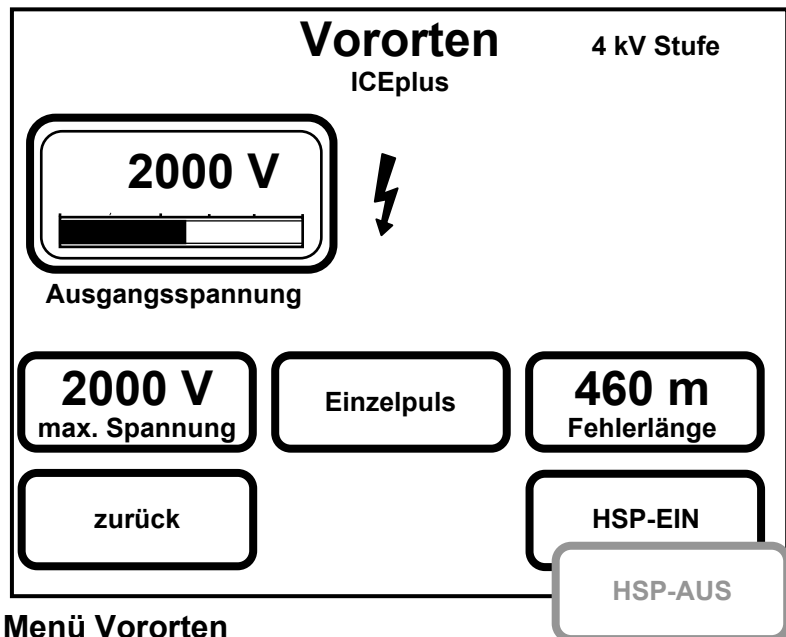

Abbildung 12 : Menü Vororten
9. Es öffnet sich ein weiteres Menü „Vororten“ wie in Abbildung 12 gezeigt.